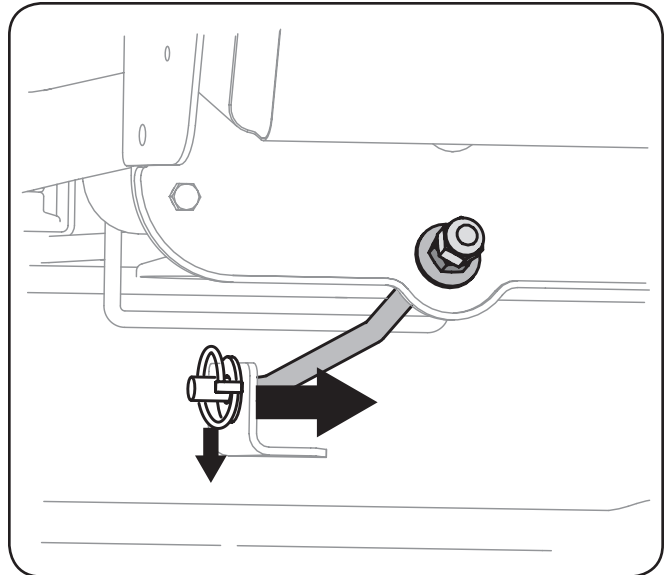

Figura 7-5
- a. La Cubierta bajo Con el chasis del Cortacésped, Adjunte la barra estabilizadora. Véase la figura. 7-5.